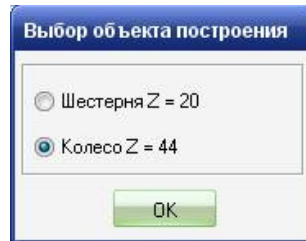

Рисунок 1.13 - Діалогове вікно **Выбор объекта построения**
- 10.. на закладці **Страница 2** на панелі інструментів натисніть кнопку  - **Закончить расчет**. З'явиться діалогове вікно **Выбор объекта построения** (рисунок 1.13);